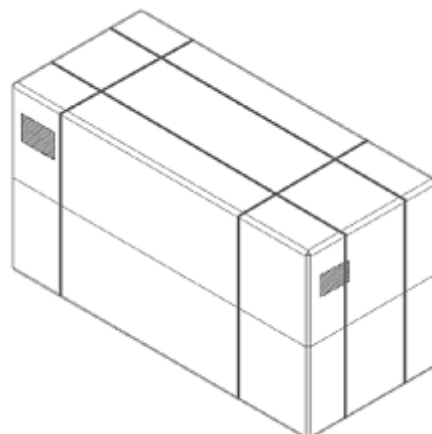

Рис. 1
1. Поставьте коробку на свободный участок пола, на котором можно распаковать полученное оборудование (Рис. 1).